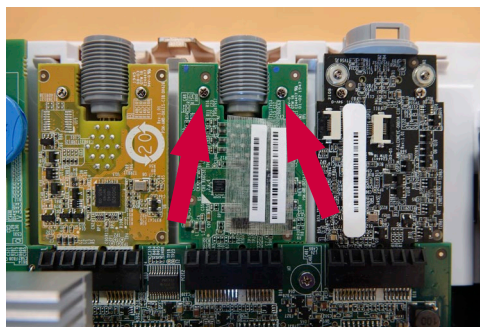

Bild 16 Ta bort skruvarna på VDI-kortet som ska bytas ut
Använd skruvmejseln för att ta bort de två svarta skruvarna som håller fast VDI-kortet (bild 16)
d) Sätt dit de två skruvarna som håller fast VDI-kortet och dra åt dem (till högst 0,2 Nm) (bild 16)